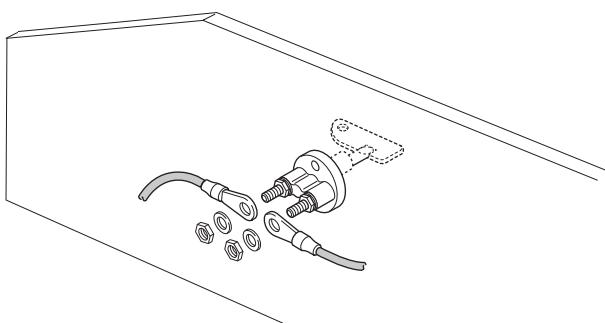
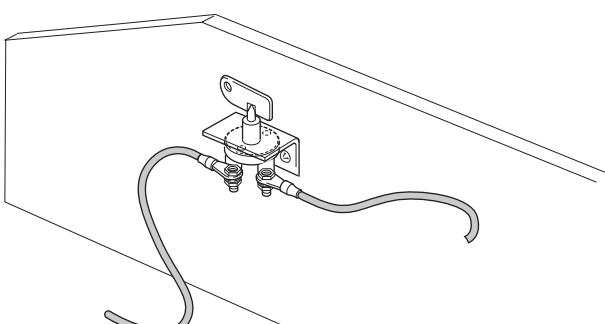

Fig. 43
Fig. 44
- Vælg en passende monteringsmulighed for batteriafbryderen (se monteringseksemplerne (Fig. 43) () .Fig. 44).